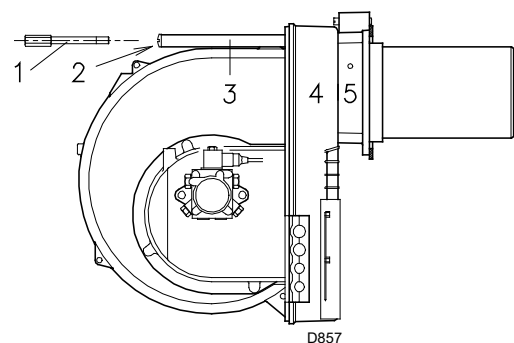

Abb. 14
- Schließlich den Brenner 4)(Abb. 14) wieder auf den Führungen 3) montieren und bis an den Flansch 5) schieben, wobei er leicht anzuheben ist, um zu vermeiden, dass die Flammenstabilitätsscheibe das Flammrohr berührt.
- Die Muttern 1)(Abb. 14) und die Scheibe 2) entfernen.